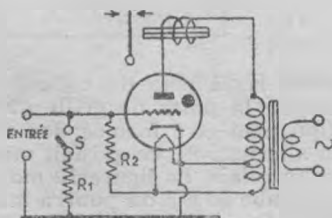

Fig 14. — CONTACTEUR A THYRATRON.
3. — *Thyratron*. — Avec lui, le circuit de contrôle fonctionne sous quelques volts et les intensités contrôlées peuvent être considérables. La figure 14 montre une disposition simple, assez semblable à la précédente, avec  $R_1 = 25 K$  à 50 K, et  $R_2 = 2 M$  (pour thyratrons tels que le 884 ou le 4686). La fermeture du contact S annule la polarisation et allume le tube. Un signal continu ou alternatif à l'entrée en fait autant. On peut même monter une cellule photo-électrique directement à l'entrée du thyatron, dont la résistance de grille sera élevée jusqu'à 6 à 10 M.